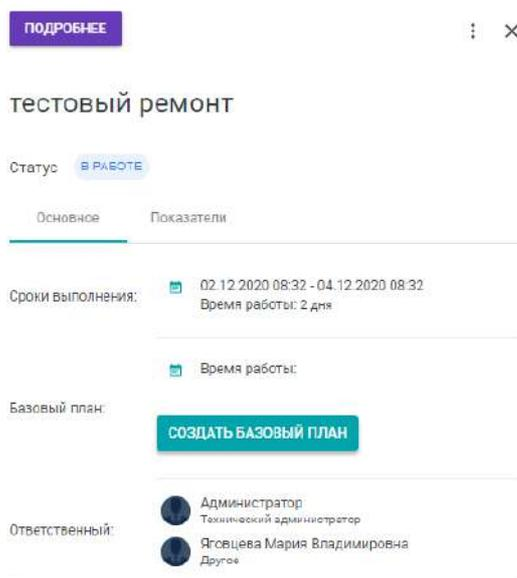

Рисунок 53 — Создание базового плана
- Выберите доступный Вам установку в статусе «Назначено». Система отобразит боковую карточку установки: нажмите на кнопку «Создать базовый план» (см.рис.53).